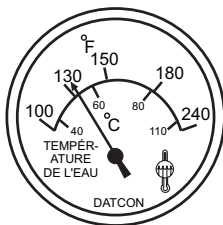

Figure 47. Jauge de Température de Réfrigérant
9. *L'indicateur de température du réfrigérant* (Figure 47) indique la température du réfrigérant. Normalement, la température du réfrigérant doit se situer dans la **zone verte** entre 165~203°F (74~95 °C).